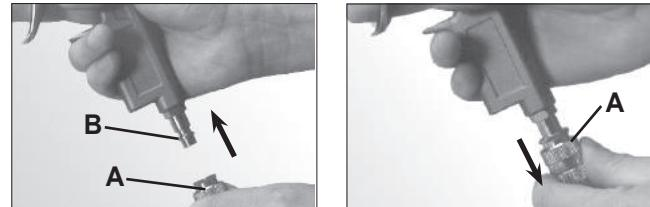

Рис.1
2. Подсоедините к компрессору пневмопистолет и далее необходимый пневмоаксессуар или инструмент. Подключение производится за счет быстросъемного соединения A-B(рис.1). Вставьте штуцер шланга/пневмоинструмента B внутрь муфты A. Металлический щелчок является сигналом о том, что соединение произошло.